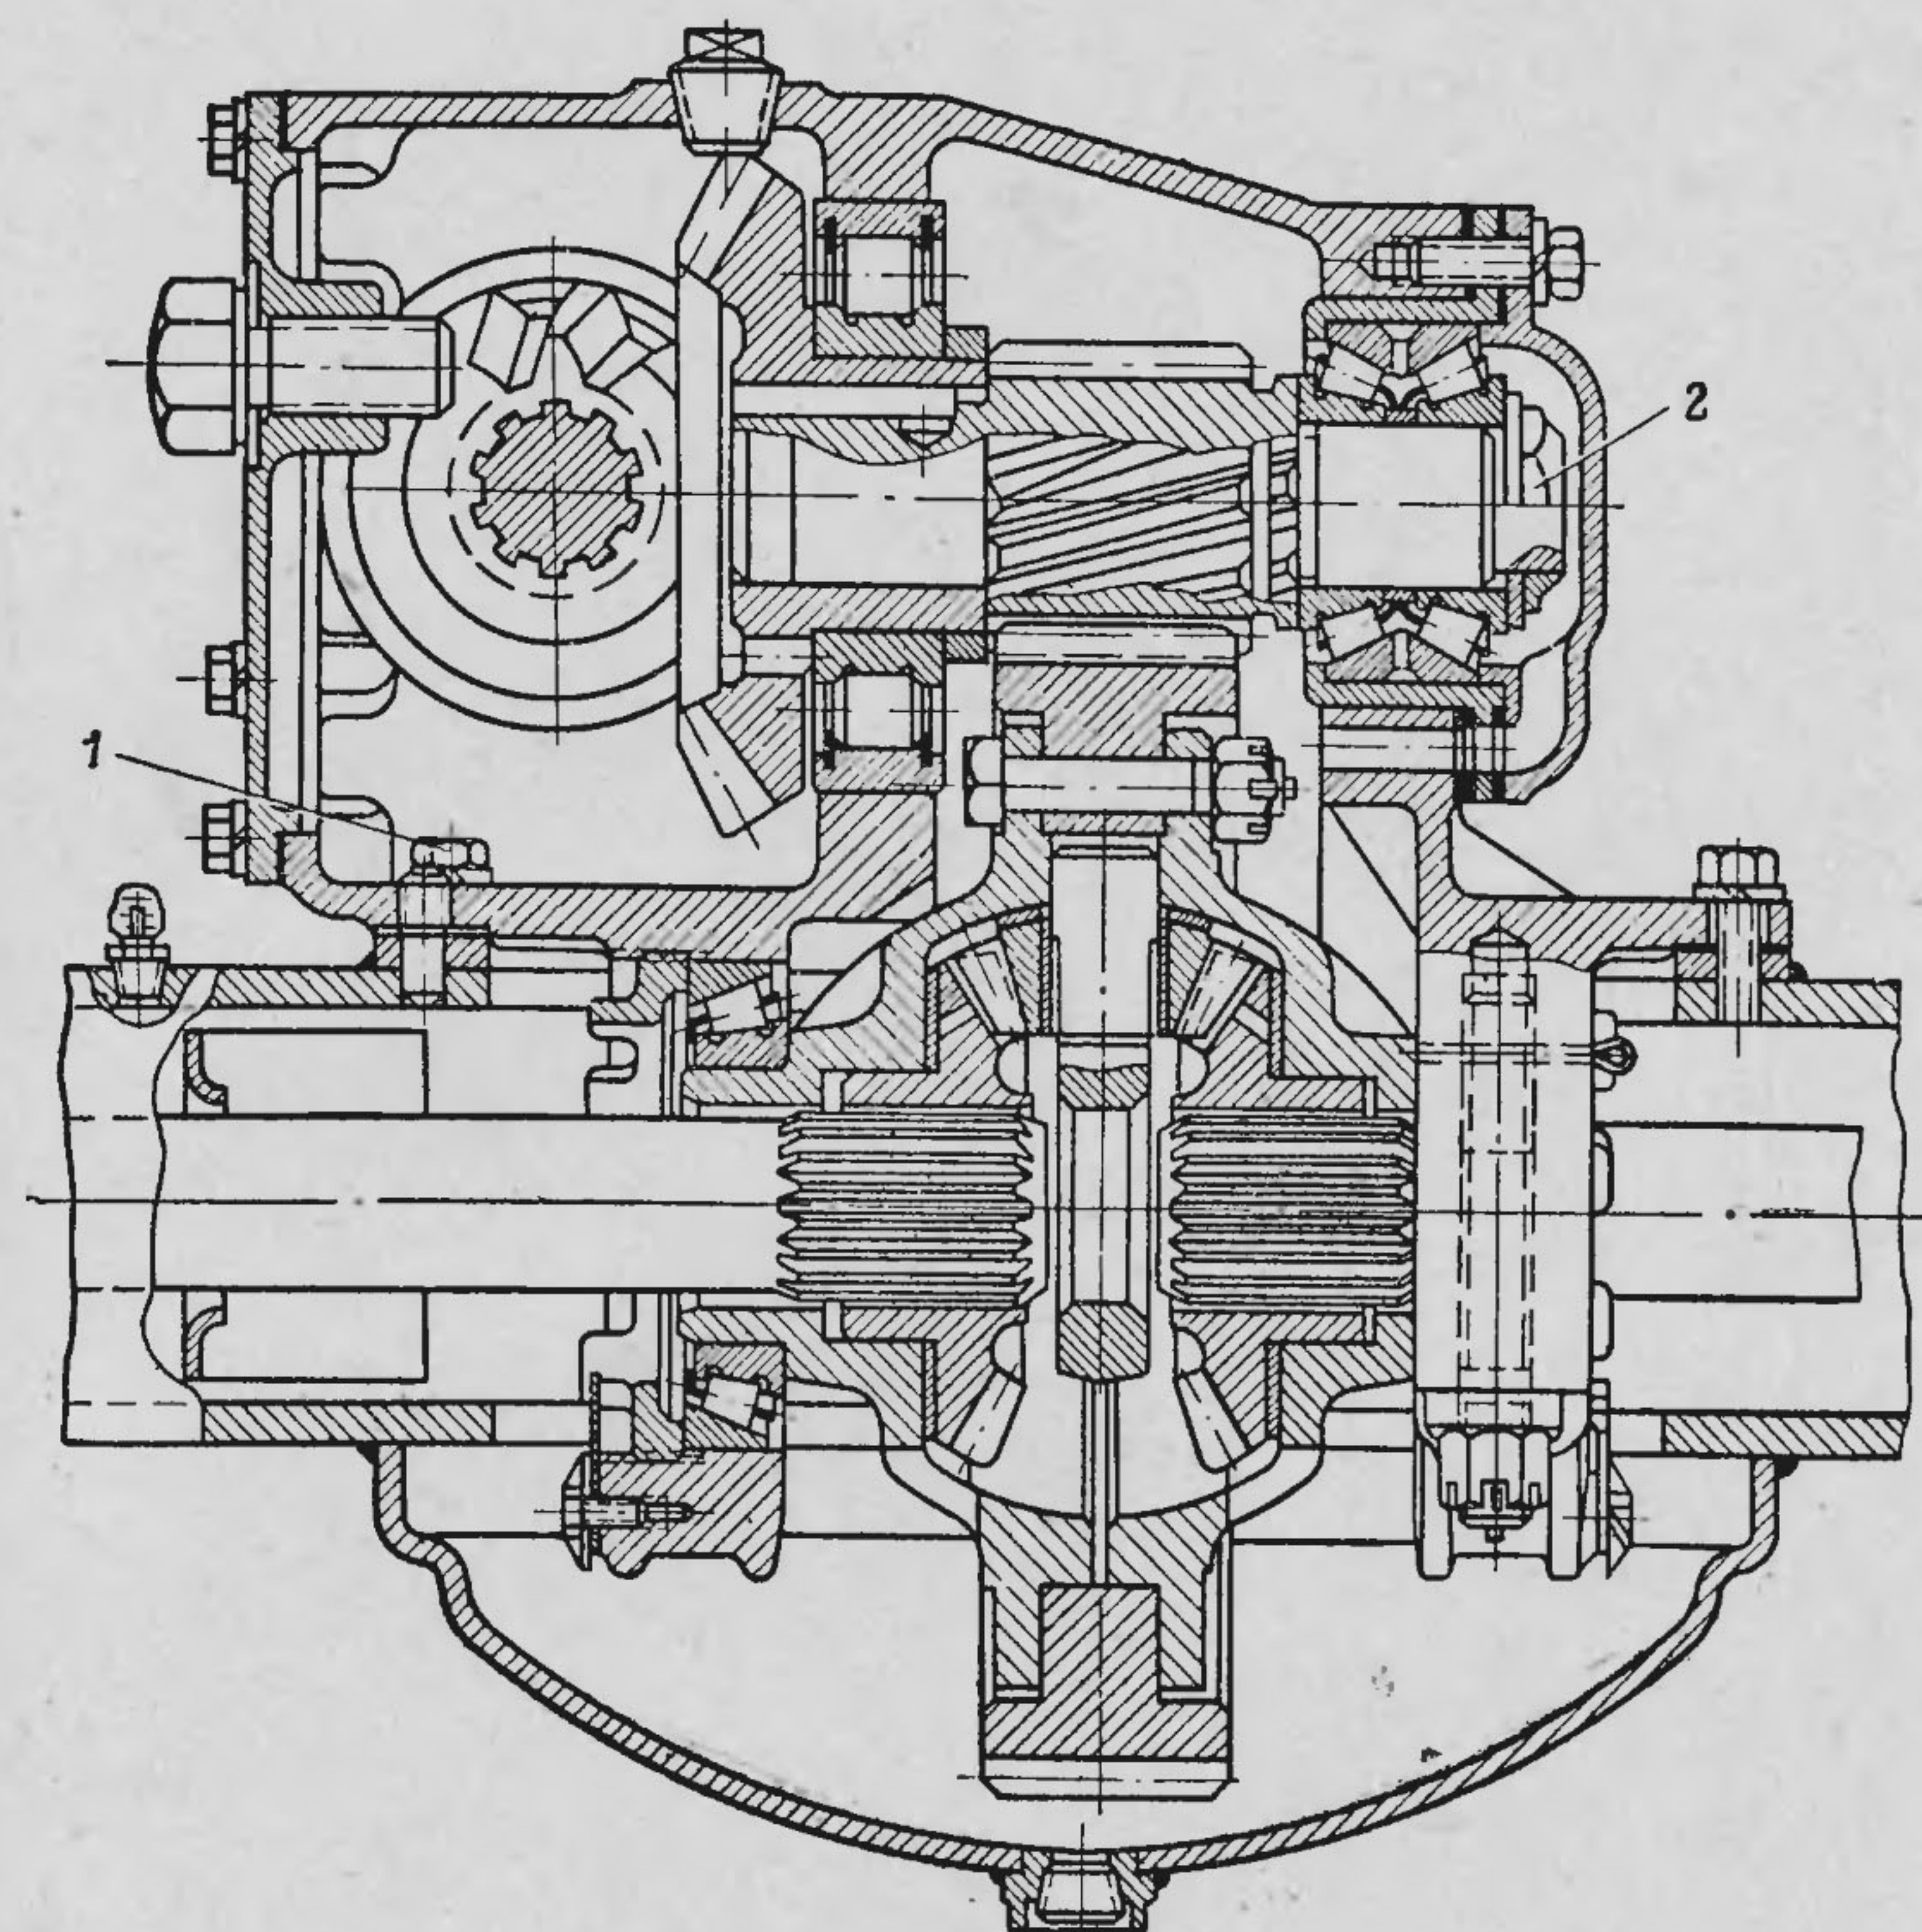

Рис. 26. Главная передача автомобиля ЗИЛ-131:
18. Подтянуть все болты крепления редукторов ведущих мостов на автомобиле ЗИЛ-131 и два болта 1 (рис. 26), находящиеся внутри картера. Момент затяжки 9—11 кг·м.